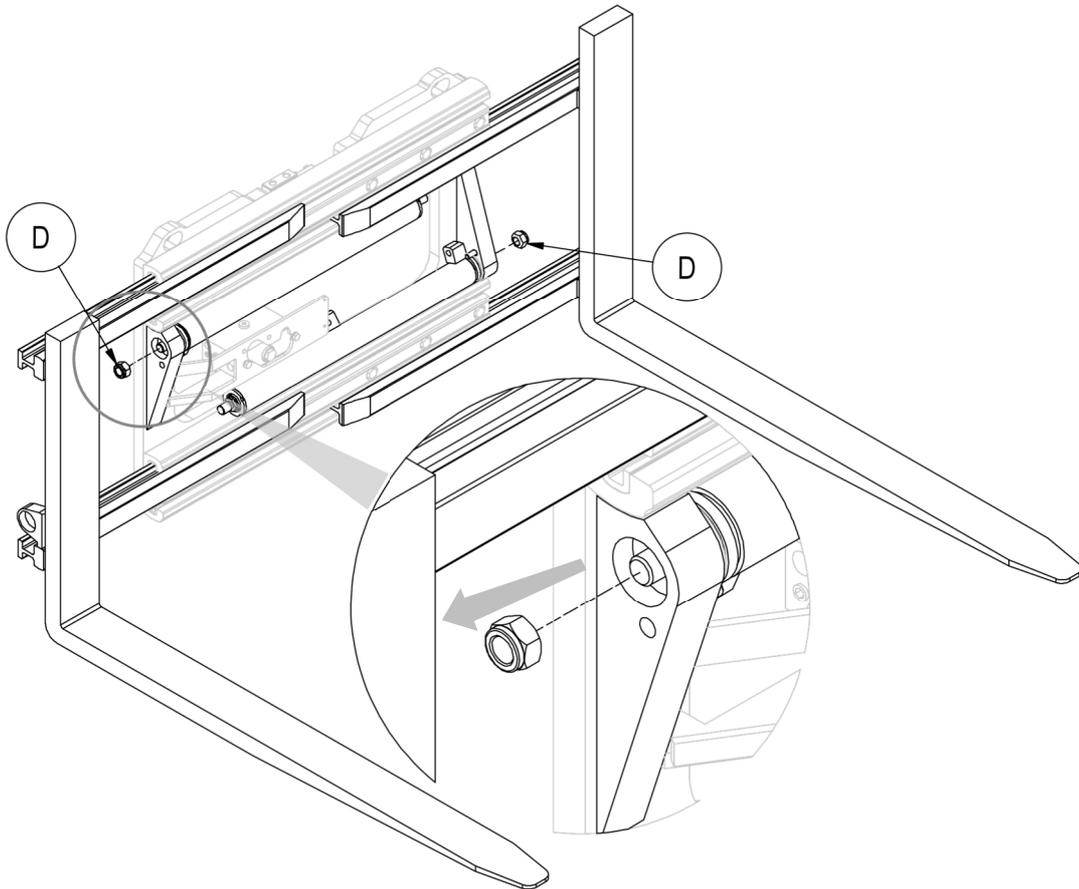

Figure 32
7. Retirer les écrous **D** qui relient les vérins à la structure de l'équipement et retirer les vérins eux-mêmes, en veillant à ne pas les endommager (voir *Figure 32*).